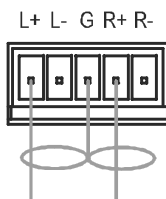

Рис. 7. Подсоединение небалансного стереофонического входа
- Подсоединение небалансного стереофонического входа, см. рис. 7